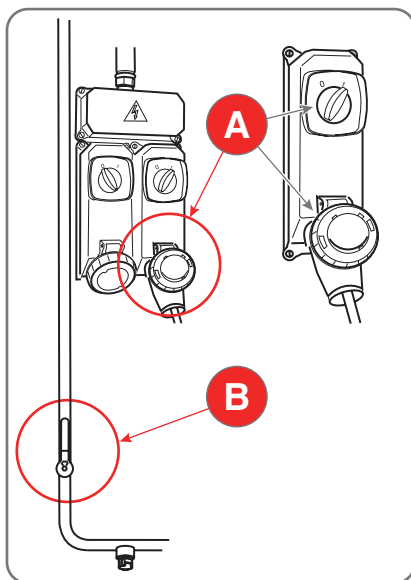

Fig. 1.20
- collegare la macchina ad una propria connessione elettrica (A - Fig.1.20) dotata di un apposito interruttore automatico differenziale con sensibilità 30mA;